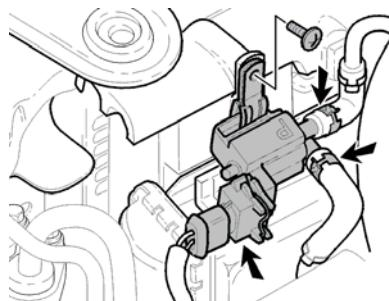

Abb. 8
- Taktventil mit Halter an der vorhandenen Schraube am Ladeluftkühler anschrauben (Abb. 8). Leitungen und Stecker wieder aufstecken. Dabei beachten das die Klammer der Leitungen am Taktventil nicht am Ladeluftschlauch scheuern.